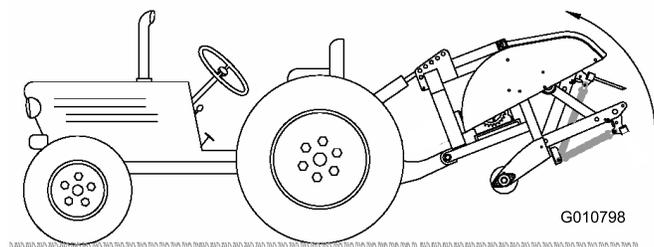

图11
- 完全升起打孔机并完全缩回液压顶部连杆油缸或上连杆图11。